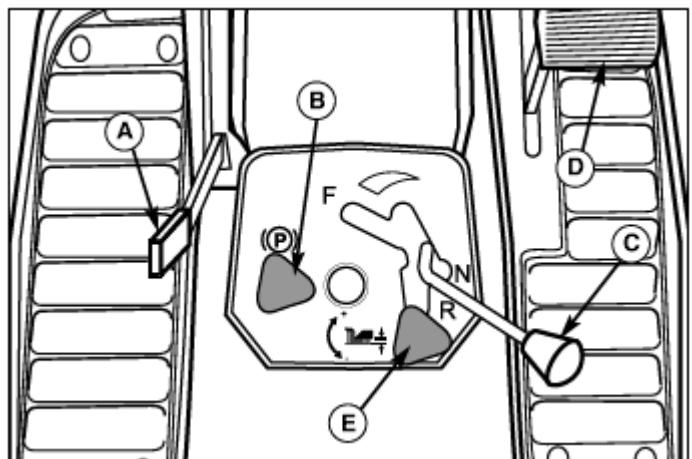

図 27 操作パネル
4. モアリフトレバー（図 27 の A）を少し手で引き上げながら、Dial-A-Cut コントロール（図 27 の C）を調節して刈高を中間の位置（スケールの 2 か 3 の位置）にします。モアリフトレバーが下がった位置にあるか確認します。